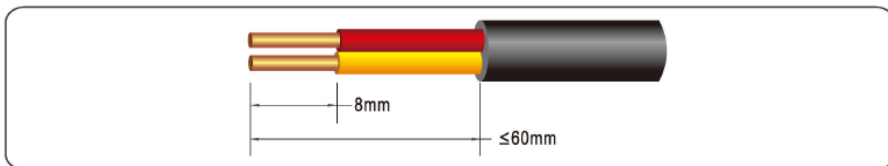

Figura 5.19 Engarce de un cable de comunicación RS485 (unidad: mm)
**Paso 1** Pele un trozo del recubrimiento y la capa de aislamiento del cable de salida de CA utilizando un pelacables, como se muestra en la figura 5.19.